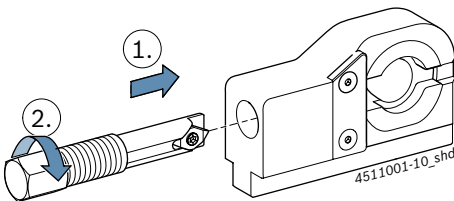

図 11: 回転スピンドルの固定
4. 図 11 に示されているように回転スピンドルを取外しツールに差込み、スレッドにねじ入れます。